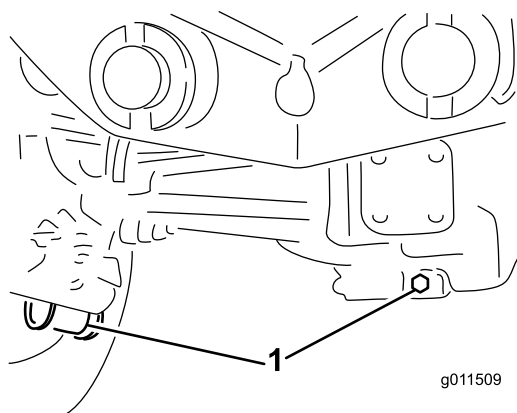

Figura 63
2. Limpie la zona alrededor de los tres tapones de vaciado, uno en cada extremo y uno en el centro (Figura 63).